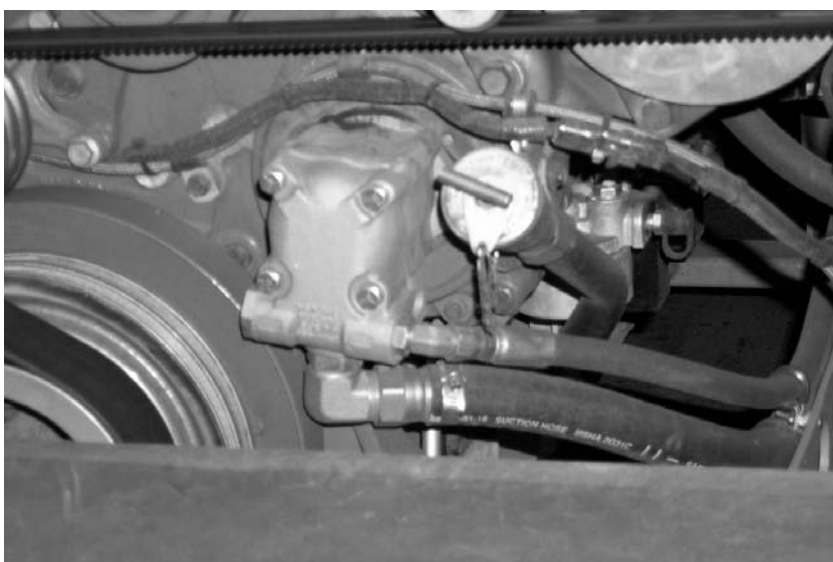

FIGURE 1: LOCATION DE LA POMPE HYDRAULIQUE
1. Localiser la pompe hydraulique dans le compartiment moteur (Fig. 1).